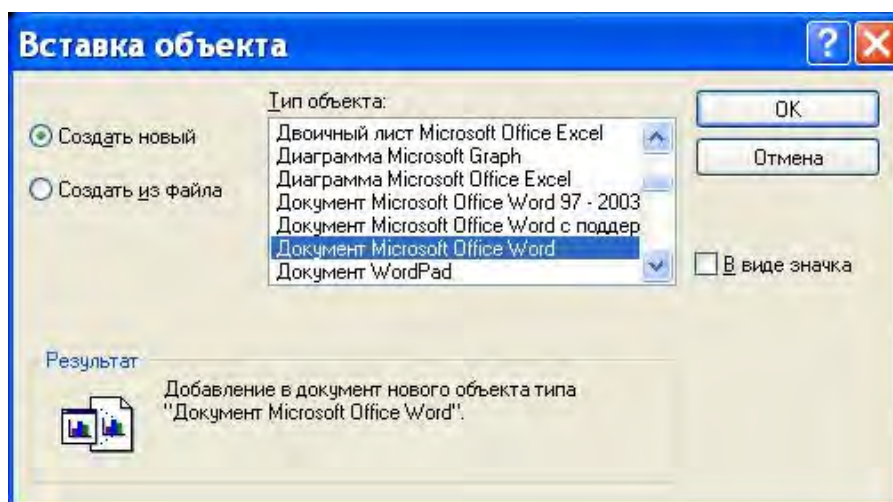

Рис. 27. Диалоговое окно создания нового OLE-объекта
1. Запустите команду **InsertObj** через меню **Insert — OLE Object**. В появившемся диалоговом окне **Insert Object** (рис. 27) имеется возможность выбора.
В первом случае через меню **Insert — OLE Object** открывается диалоговое окно **Вставка объекта** (см. рис. 27).